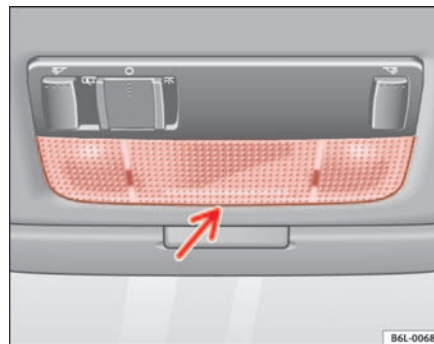

Abb. 154 Leseleuchte vorne
- Das flache Ende eines dünnen Schraubenziehers zwischen Gehäuse und Glas einführen ⇒ Abb. 154.